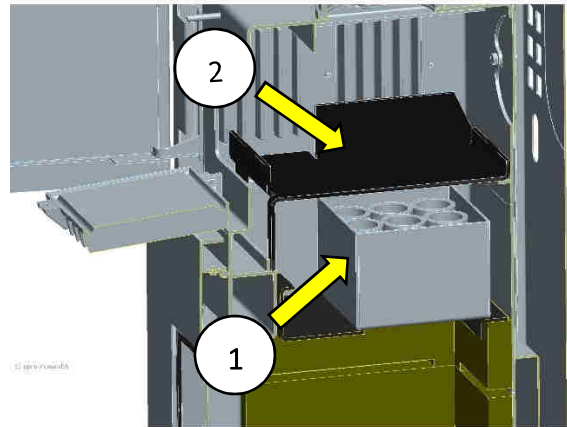

Abb. 12: Position HiClean-Filter® Technik (HCF02)
1. Die beiden Kästen mit den keramischen Einbauten der HCF02 (Abb. 12 Pos.1) einsetzen. Die Lage der beiden Kästen ist definiert. Auf der Unterseite der beiden Kästen bindet sich jeweils ein Positionierschlitz.
2. Die beiden oberen Umlenkplatten (Pos. 2 in Abb. 12) wieder einlegen, Revisionsklappe schließen und fest verschrauben.